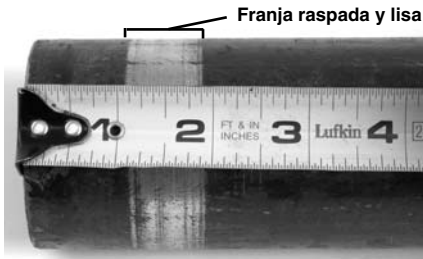

Figura 13 – Verificación del emplazamiento correcto de la franja raspada
- Examine la franja en la superficie del tubo donde se quitó el revestimiento. Determine si se hizo en el lugar que corresponde: sobre tubos de 1/2" a 1" Ø, la franja raspada y pulida debe cubrir una zona distante 9/16" (14 mm) a 1 1/16" (27 mm) desde el extremo del tubo. Sobre tubos de 1 1/4" a 2" Ø, la franja raspada debe cubrir de 1 3/16" (30 mm) a 1 11/16" (43 mm) desde el extremo del tubo. Mida la zona con una cinta de medir o un calibrador (Figura 13).